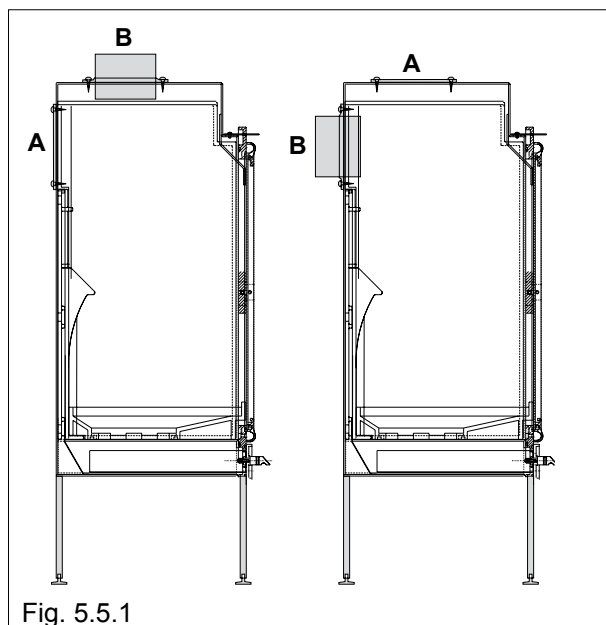

Fig. 5.5.1
5.5 CONVERSIONE USCITA FUMI SUPERIORE / POSTERIORE (Fig.5.5.1)
5.5 TOP/REAR SMOKE OUTLET CONVERSION (FIG. 5.5.1).
5.5 VERLEGUNG DER RAUCHABLEITER OBEN/HINTEN (ABB. 5.5.1).